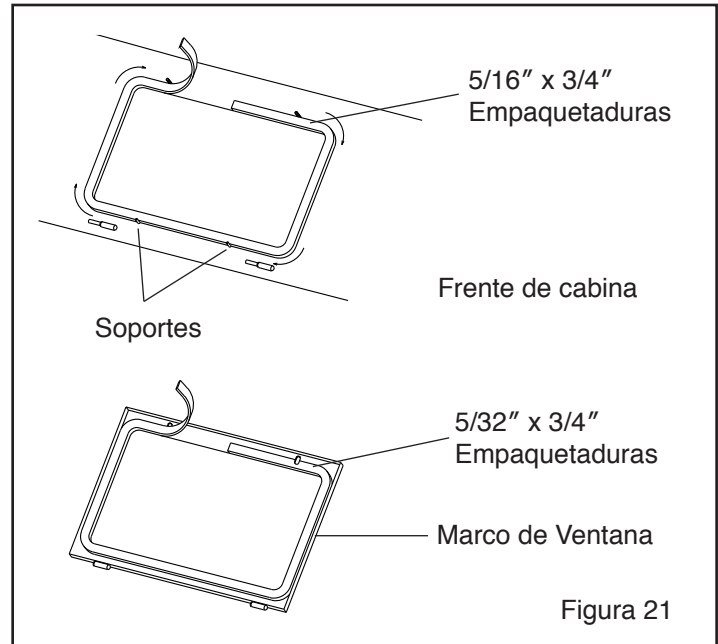

Figura 21
7.5 Reemplazo de la empaquetaduras de la ventana, Figura 21
7.5.4 Despegue una pequeña porción del dorso adhesivo de la franja de empaquetaduras de 5/16" de espesor y adhiérala al centro del borde superior de la abertura de la ventana, como se muestra en la Figura 21. Despegue más del dorso adhesivo según sea necesario, y coloque la franja alrededor del radio de cada esquina, presionándolo firmemente para que pegue bien. Recorte el exceso para calzar y comprima los extremos para que sellen.